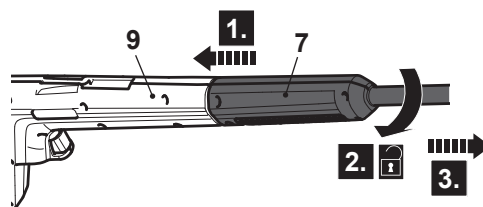

Fig. 7
2. Apăsăți lanca de extensie (7) spre pistolul de pulverizare (9) (fig. 7, pasul 1) și rotiți-l în sens contrar acelor de ceasornic (pasul 2) pentru al scoate (pasul 3)